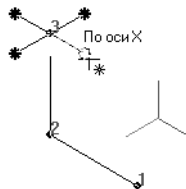

Рис. 102.3. Указание координатной оси в окне модели
- ▼ использовать изображение координатных осей рядом с построенной вершиной в окне модели (рис. 102.3).